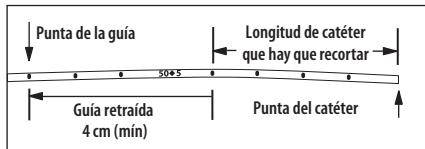

Figura 2
7. Retire el dispositivo de colocación a través del tabique para retraerlo al menos 4 cm detrás del lugar del corte del catéter (consulte la figura 2).